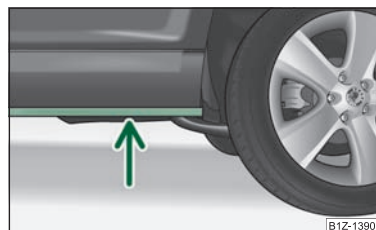

Fig. 117 Traversarea apelor
- Înainte de a trece prin apă, stabiliți adâncimea apei. Apa trebuie să ajungă maxim până la puntea lonjeronului inferior al autovehiculului ⇒ fig. 117.